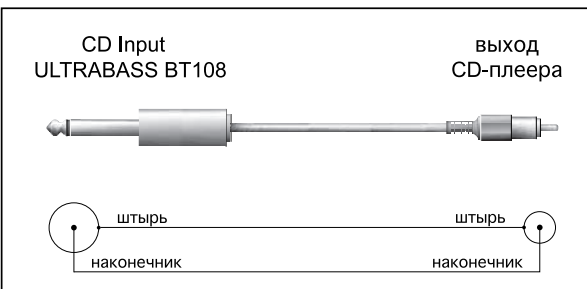

Рис. 4.4: Адаптерный монокабель
- кабель. Подобный адаптер или адаптерный кабель Вы можете приобрести в любом магазине музыкальных приборов. На рисунке 4.3 в главе 4 «АУДИОСОЕДИНЕНИЯ» изображён подобный адаптер. Можно воспользоваться также монофоническим кабелем (рис. 4.4), не опасаясь повредить при этом усилитель или CD-плеер.